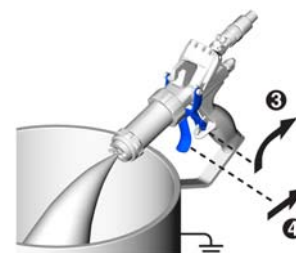

FIG. 11
3. Desenganche el seguro de gatillo de la pistola. Consulte FIG. 11.